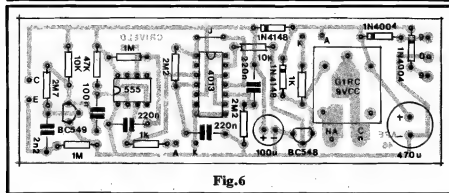

Fig.6
- FIG. 6 - "CHAPEADO" DA MONTAGEM (PLACA "B") - Agora a placa "B" (receptor/módulo de Potência do CRIVELD), também pelo seu lado dos componentes (não cobreado), todas as peças identificadas pelos seus códigos, valores, polaridades e claras estilizações. Os componentes polarizados merecem maior atenção, já que suas posições/terminais não podem ser invertidos (o circuito não funcionaria, e o próprio componente seria danificado...); dos dois Integrados, os transistores, os diodos e os capacitores eletrolíticos incluem-se nessa categoria... A mesma atenção quanto aos valores/lugares de resistores e capacitores comuns (não polarizados)...